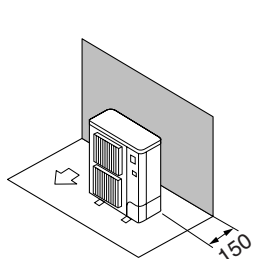

Fig. 2-2
- ① Εμπόδια στην πίσω πλευρά μόνο (Fig. 2-2)